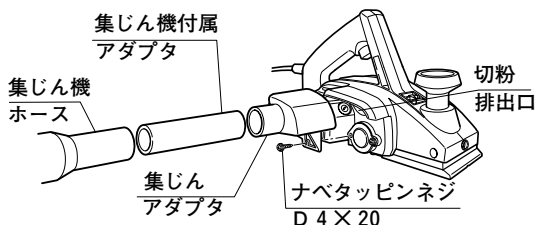

図 38
- (2) 集じんアダプタをかんな本体の切粉排出口に合わせた後、同梱のナベタッピンネジ D 4 × 20 を使い、集じんアダプタをかんな本体に固定します。(図 38)